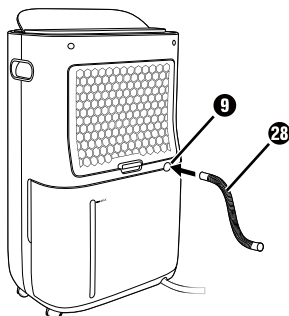

Abb. 3
- ◆ Stecken Sie entweder den mitgelieferten Schlauch ②⑧ oder den EU-Gartenschlauchadapter ②⑨ auf die Austrittsöffnung ⑨ (siehe Abbildung 3 + 4).